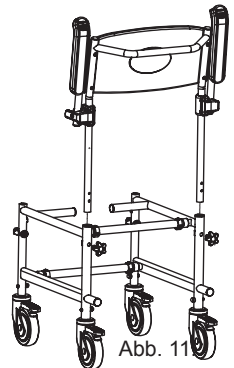

Abb. 11
- Setzen Sie die Rückenlehne in die Löcher des Rollstuhlr Rahmens ein und befestigen Sie die Rückenlehne mit den beiden Befestigungsknöpfen (Abb. 11);